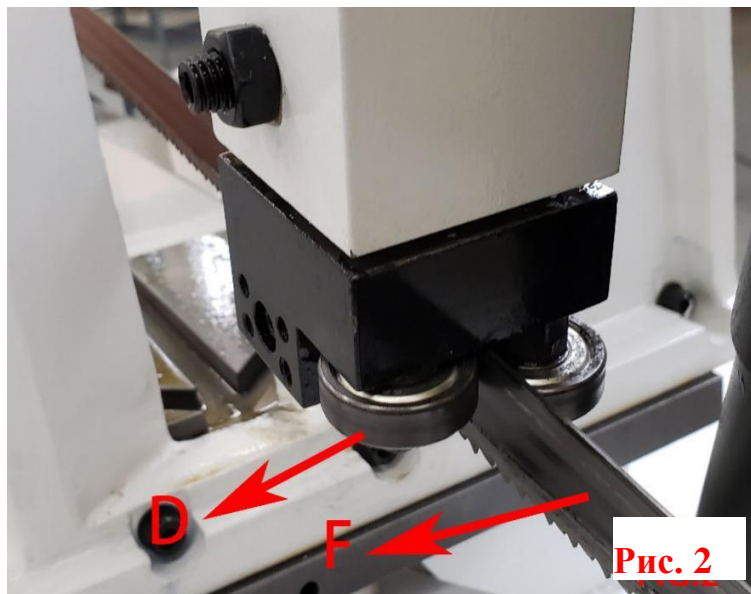

Рис. 2
8. Пропустите полотно (F) до упора вверх в роликовый подшипник (D) направляющей полотна с задней частью полотна, опирающегося на кронштейн направляющей, как показано на Рис. 2.